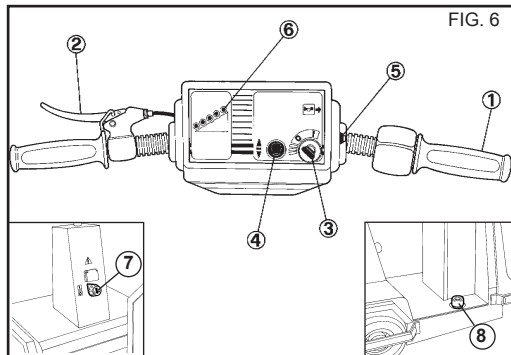
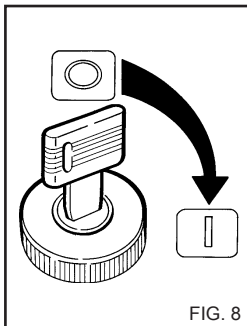

FIG. 6
FIG. 8
DISPOSITIVI DI COMANDO MOD. 250 - Fig. 6
1) Inserire la chiave di avviamento e girarla in senso orario sulla posizione (I) (fig. 8) si accenderanno gli indicatori luminosi sul cruscotto (Rif. 6 Fig.6- 7) ad indicare che il veicolo è acceso ed attendere circa 2-3 secondi. Azionare l'interruttore di emergenza ruotando la manopola in pos. "I" (fig. 6 - 7 rif. 7 - 11).
Scegliere con l'invertitore (fig. 6 - 7 rif. 4) il senso di marcia (avanti o indietro).
- avviare il veicolo con la manopola di avviamento/acceleratore (rif. 1 Fig. 6 - 7).
⚠ Tenere premuto con un piede l'interruttore Uomo a Bordo. Togliendo il piede dall'interruttore il veicolo si arresta automaticamente. (Fig. 6 - 7 rif. 8 - 12).
Il veicolo deve essere impiegato fino alla completa scarica della batteria, (indicatori giallo e rosso accesi sul cruscotto Rif. 6 Fig. 6 - 7). La durata del lavoro deve essere programmata in funzione dell'autonomia.
Riportare al minimo la manopola di avviamento/acceleratore (rif. 1 fig. 6 - 7).
Ruotare la chiave (3) in posizione 0 (tutti gli indicatori luminosi devono essere spenti); ruotare l'interruttore di emergenza in pos. "0" (fig. 8).
Le batterie devono essere ricaricate quando i led verdi si sono spenti (Rif. 6 Fig. 6 -7) e rimangono accesi solamente il led giallo ed il led rosso.